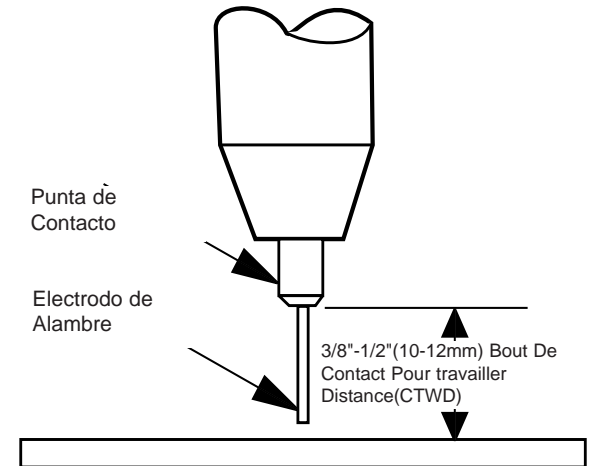

Figure B.6
- Couper le fil entre 3/8" et 1/2 po (10 et 12 mm) de l'extrémité du tube contact. La WELD-PAK 3200HD est maintenant prête pour le soudage. Se reporter à la figure B.6.